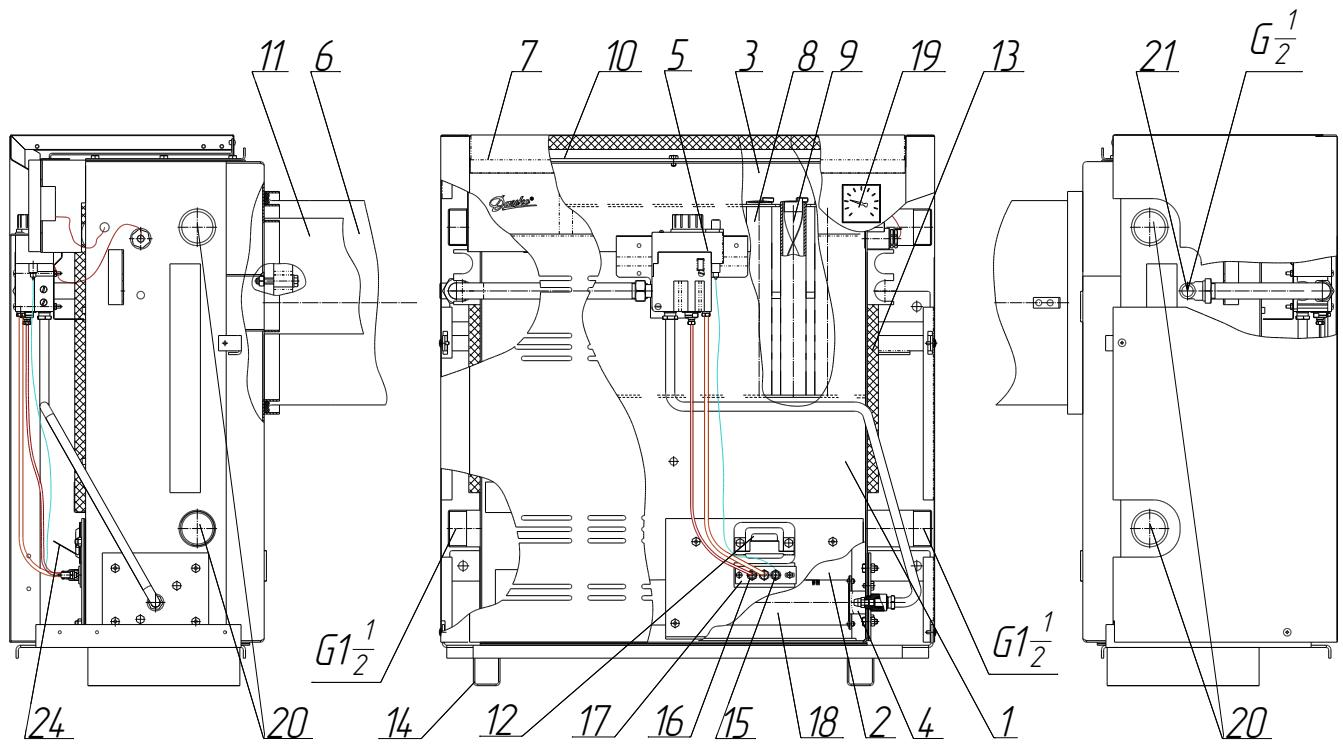
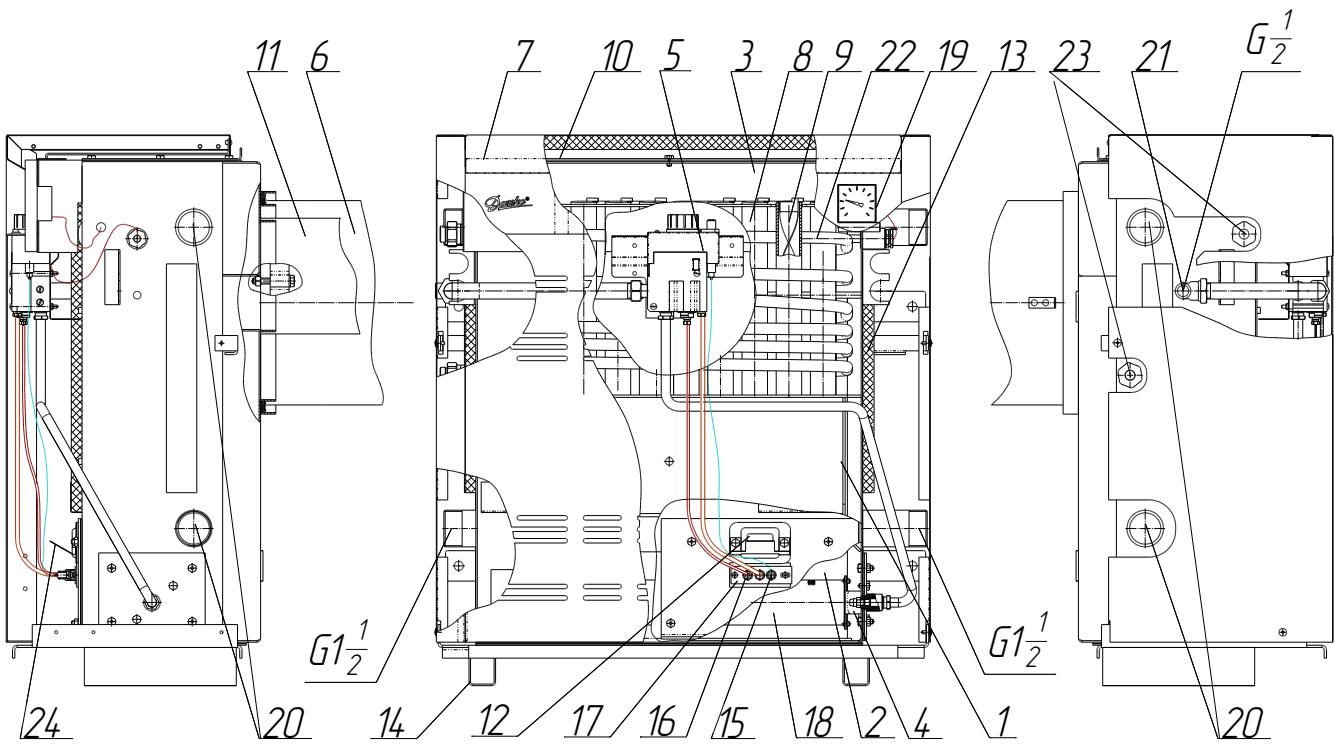

Рисунок 1.
Рисунок 2.
Котел (Рис.1,2) состоит из таких основных частей: теплообменника (корпус-1, топка-2, конвективный газоход-3), горелочного устройства-4, газовой автоматики-5, декоративного кожуха-7.
Автоматика управления газогорелочными устройствами «SIT» (Рис.1), состоит из терmostатического устройства управления 630 EUROSIT - поз.5 с терморегулятором-2 и пьезокнопкой-1 (Рис.1а); пилотной горелки-17 с термопарой-16 и электродом-15.
Между корпусом-1 и декоративным кожухом-7 размещенная теплоизоляция-13. В котлах типа “Данко–7УВС” ... “Данко-15,5УВС” в корпус 1 вмонтирован водонагреватель-22 (Рис.2) в виде змеевика (из медной трубы) для горячего водоснабжения.
Газоход-6 представляет собой две эксцентрически расположенные одна в другой трубы, каждая из которых состоит из двух телескопически – соединенных секций, что позволяет изменять общую длину газохода в зависимости от толщины внешней стены отапливаемого помещения, в котором устанавливается котел. Внутренняя труба (поз.11) соединенная с верхним разрезом камеры сгорания есть дымоход, по которому продукты сгорания из котла выводятся за пределы помещения. Внешняя труба есть воздуховод, по которому внешний воздух, необходимый для горения газа, поступает в топку котла. Чистка дымогарных труб корпуса котла проводится при снятом декоративном кожухе, крышке корпуса котла и вынутой основной горелке. Для того чтобы снять основную горелку – 18 необходимо отсоединить горелочное устройство – 4 и пилотную горелку – 17 (Рис.2) отвинтить гайки – 1 (Рис.2а) снять горелочное устройство вместе с горелкой. Имеется возможность достать основную горелку через переднюю стенку теплообменника, для чего необходимо отвинтить гайки - 3 и снять крышку – 5 (Рис.2а) открутить болты – 2 и вынуть горелку. При установке
Подключение котла к системе отопления проводится с помощью патрубков-20, которые расположены по обе стороны котла, для более удобного подключения; к газовой магистрали через патрубок-21 (возможно подключение с двух сторон); к системе горячего водоснабжения через патрубки-23 (Рис.2). Включение пилотной горелки производится пьезокнопкой -1 (Рис.1а). Указатель температуры-19 служит для визуального контроля температуры воды в котле.
Рисунок 1а.
Рисунок 2а.
7.8.1. При применении автоматики «630EUROSIT» (Рис.1):
- убедитесь, что котел выключен - точка белого цвета на ручке 2 (см. рис.1а) совмещена с знаком „звездочка” на панели;